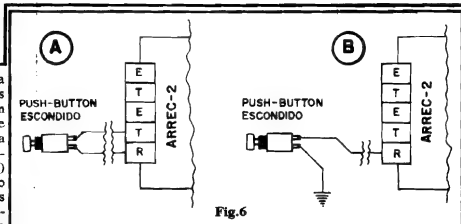

Fig. 6
**FIG. 6 - INSTALAÇÃO DO BOTÃO DE "REARMAR" - O push-button de "reatar" ou desativar o ARREC-II pode ser ligado de uma das formas mostradas... Se o local escolhido para "enrustir" o dito push-button não permitir fácil acesso elétrico, próximo, à "massa" do carro, convém usar o método 6-A, com um par de fios (cabinho isolado paralelo, fino), aos pontos "T-R" do ARREC-II. Já se a posição escolhida para esconder o botão permitir uma ligação à "massa" (chassis ou negativo do sistema elétrico do veículo...), pode ser "economizado"**